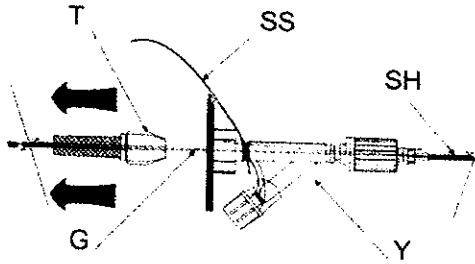

Fig. 18
- Agarre el conector "Y" con firmeza con una mano y empuje despacio el dispositivo de torsión (T) (Fig. 18) al menos unos 30 cm hasta que pueda confirmar que el dispositivo se liberó por completo (Fig. 19-22).